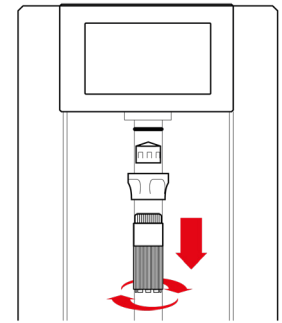

Fig. 1-18
38.1 – Staccare la spina di alimentazione elettrica dell'apparecchio. Svitare la ghiera di serraggio dell'ugello di erogazione con l'apposita chiave in dotazione ruotandola da destra verso sinistra fino al completo svitamento. Prestare attenzione a non perdere la capsula del perlatore e la guarnizione ad anello, Fig. 1-18. Se la guarnizione non si stacca subito, verificare che sia rimasta all'interno della sede del raccordo lato apparecchio.